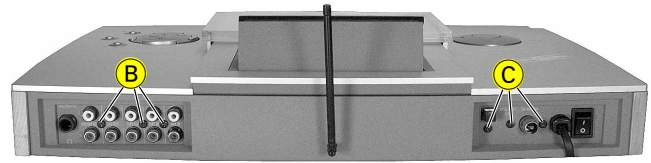
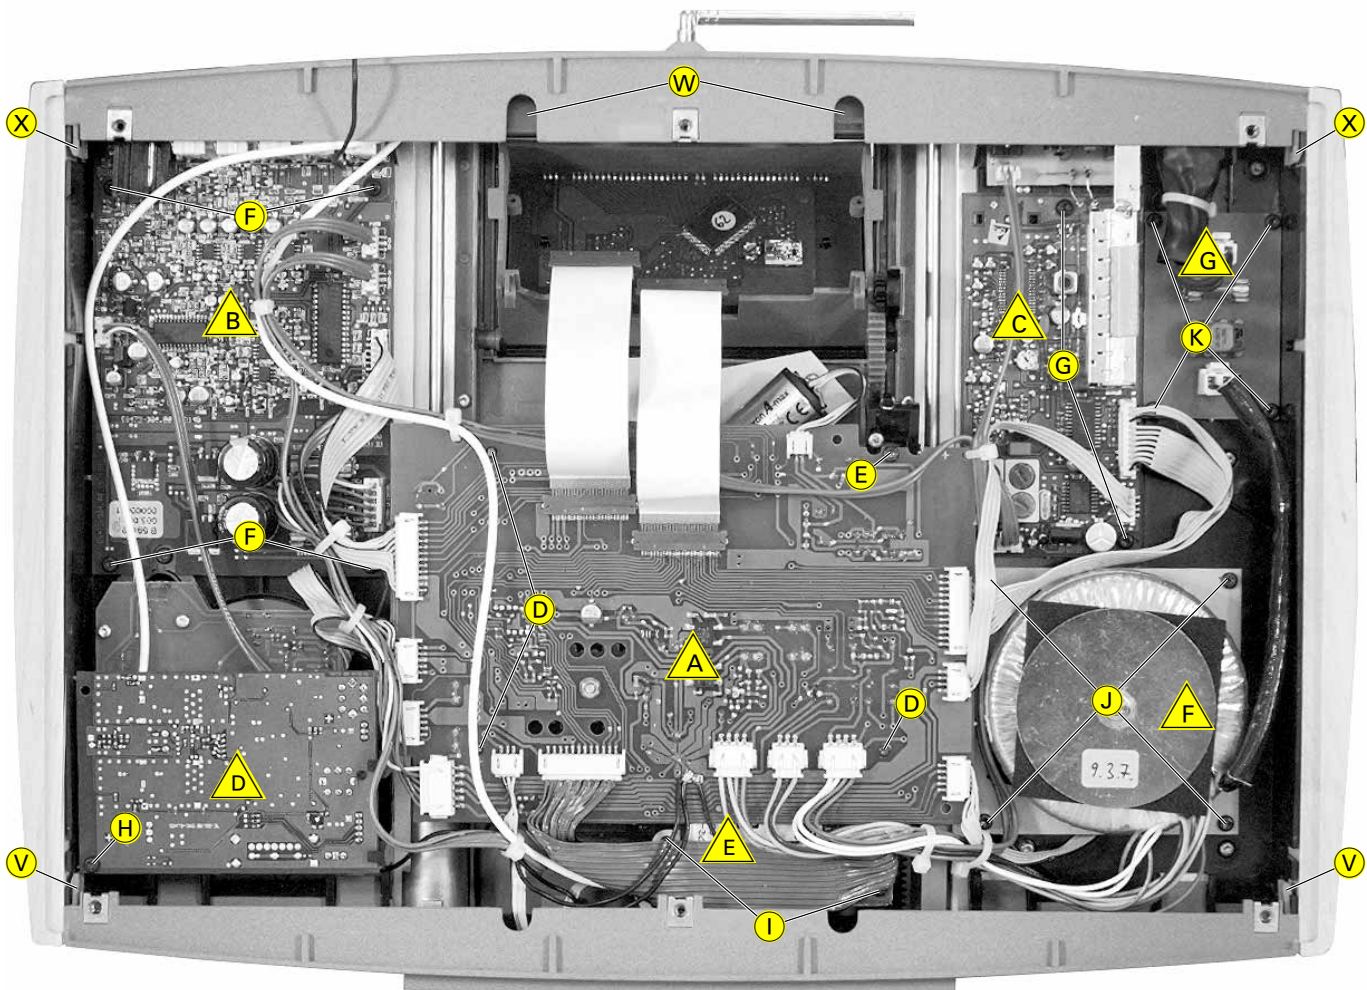
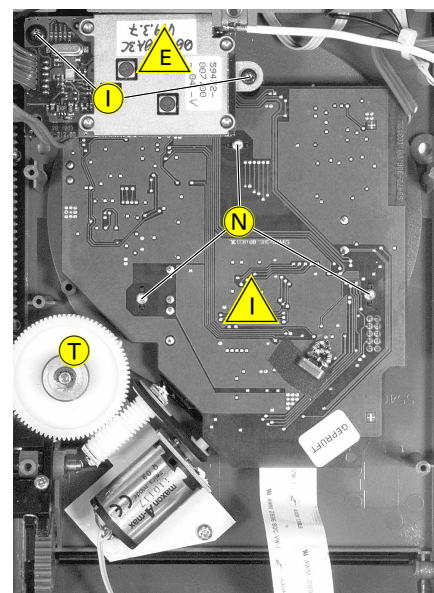

Fig. 2
Fig. 3
Fig. 6
- 3 Schrauben (D) und Schraube (E) heraus-schrauben und CD-Control-Platte herausnehmen (Fig. 3).
- 3 Schrauben (B) (Fig. 2) und 4 Schrauben (F) (Fig. 3) heraus-schrauben und NF-Platte herausnehmen.
- Undo 3 screws (D) and screw (E) and remove the CD Control Board (Fig. 3).
- Undo 3 screws (B) (Fig. 2) and 4 screws (F) (Fig. 3) and remove the AF Board.
- 2 Schrauben  $\textcircled{G}$  herausschrauben und Tuner-Platte herausnehmen (Fig. 3).
- Schraube  $\textcircled{H}$  herausschrauben und Funkmodul herausnehmen (Fig. 3).
- 2 Schrauben  $\textcircled{I}$  herausschrauben und Funkmodul herausnehmen (Fig. 3 / Fig. 6).
- 4 Schrauben  $\textcircled{J}$  herausschrauben und Netztrafo herausnehmen (Fig. 3).
- 4 Schrauben  $\textcircled{K}$  herausschrauben und Netzanschluss-Platte herausnehmen (Fig. 3).
- 3 Schrauben  $\textcircled{N}$  herausschrauben und CD-Logik-Platte zusammen mit dem CD-Laufwerk herausnehmen (Fig. 6).
- Undo 2 screws  $\textcircled{G}$  and remove the Tuner Board (Fig. 3).
- Undo screw  $\textcircled{H}$  and remove the Audio RF Module (Fig. 3).
- Undo 2 screws  $\textcircled{I}$  and remove the Data RF Module (Fig. 3 / Fig. 6).
- Undo 4 screws  $\textcircled{J}$  remove the Mains Transformer (Fig. 3).
- Undo 3 screws  $\textcircled{N}$  and remove the CD Servo Board together with the CD Drive (Fig. 6).
- Zahnradantrieb (T) (Fig. 6) nach oben herausziehen.
- Pull out the gear drive (T) (Fig. 6).